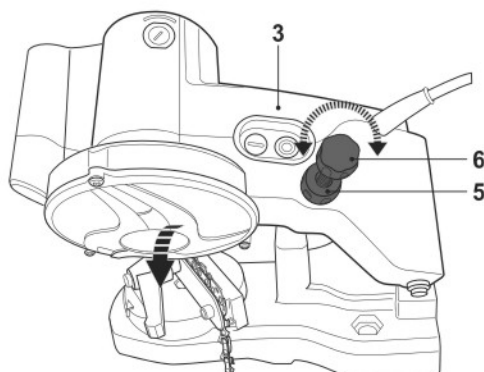

Fig. 9
- > Pressione a caixa do motor (3) pela respetiva pega (1) para verificar até que profundidade o disco de desbaste (17) pode ser pressionado em direção à corrente de serra (Fig. 9).
- > Rode o parafuso de batente de profundidade (6) para a direita ou para a esquerda para ajustar a profundidade de corte. Ajuste de forma a que o disco de desbaste (17) possa ir apenas até à profundidade absolutamente necessária para afiar o rebordo de corte.
- > Assim que obtiver o ajuste pretendido, aperte o retentor de batente de profundidade (5) rodando para a direita.